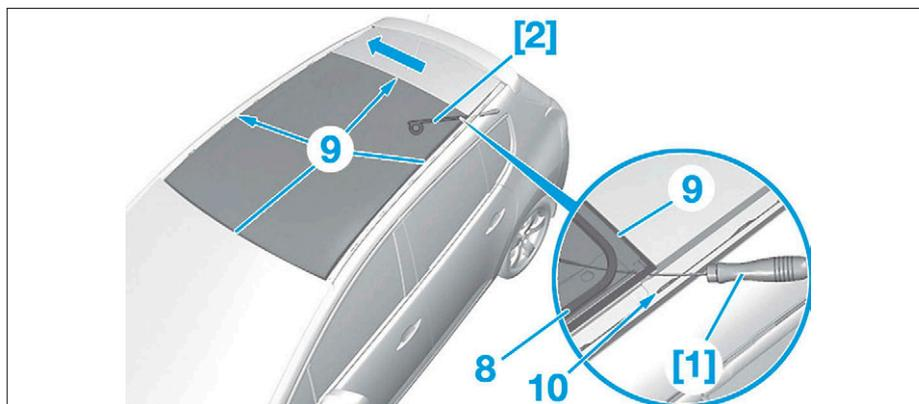

FIG. 15
- [1]. Alène (réf.1354-C) (Fig.15).
- [2]. Fil de découpe (réf.1354-E) (Fig.15).
- Passer l'alène [1] au travers le cordon de colle (8), de l'extérieur vers l'intérieur (Fig.15).
- Passer le fil de découpe [2] à l'extérieur du véhicule et sous les joints (9) de la vitre de toit panoramique (suivant la flèche).